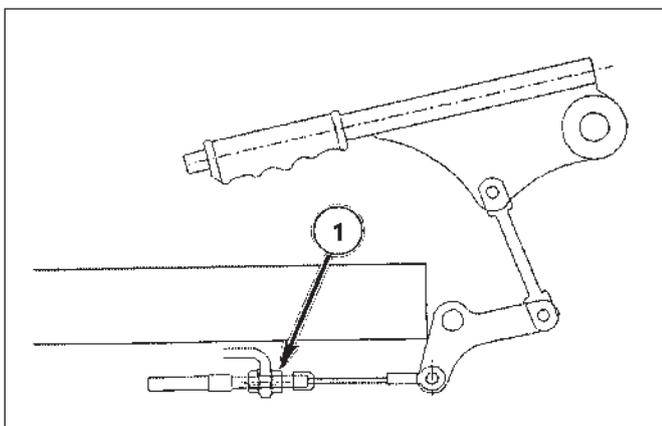

FIG. 6-40
**FIG. 6-40:** Vérifiez le fonctionnement des freins de stationnement après réglage des freins. Avec les pédales de frein solidarisées, enfoncez à fond les pédales et appliquez le frein de stationnement. Les freins doivent être verrouillés avec le levier environ à mi-course. Réglez le câble, 1, au levier si nécessaire.